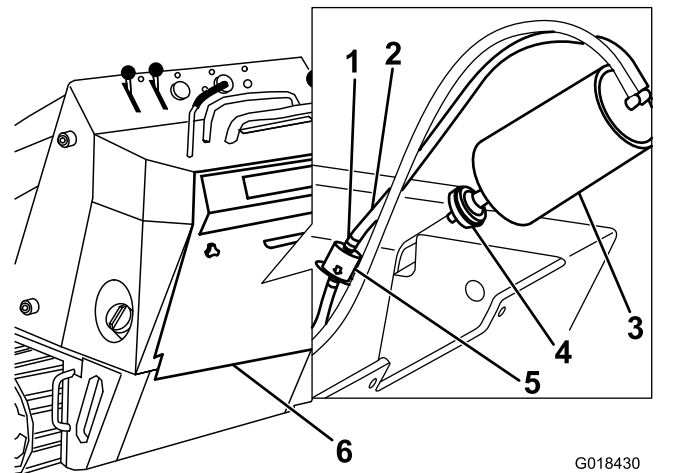

Figure 38
- Déposez le filtre à air à charbon actif et mettez-le au rebut (Figure 38).
- Posez un filtre neuf sur la cartouche de charbon actif (Figure 38).
- Éloignez du filtre les colliers de flexible à ressort de chaque côté du filtre à charbon actif de tuyau de purge (Figure 38).
- Déposez le filtre de tuyau de purge et mettez-le au rebut (Figure 38).
- Posez un filtre neuf dans le flexible en orientant la flèche située sur le filtre dans la direction opposée au filtre à charbon actif et fixez-le en place avec les colliers (Figure 38).